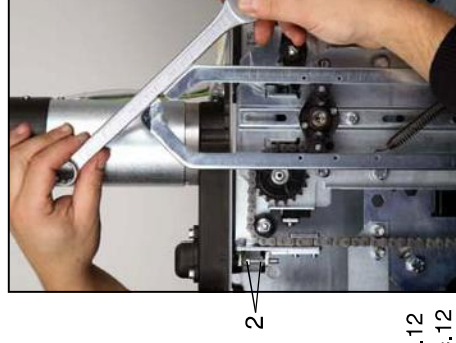

fig.12
8. Tramite la vite (2) fig.12 tirare la catena fino a quando i due scivoli creano tra loro un piano.